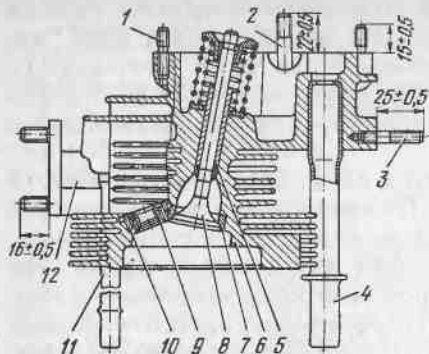
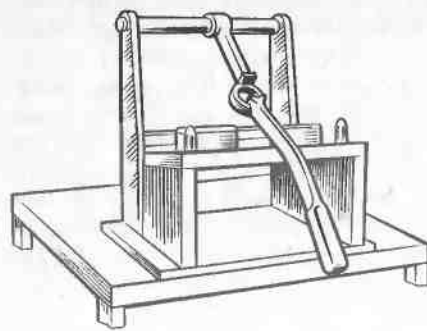
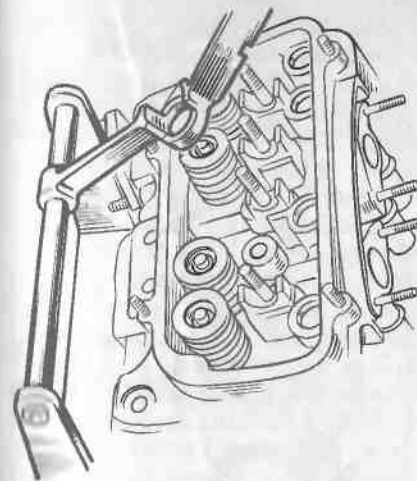
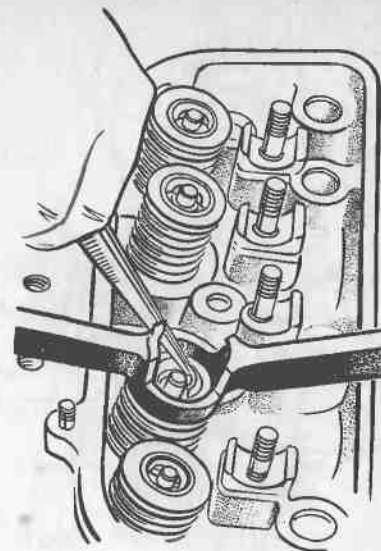

Рис. 58. Головка цилиндров с клапанами в сборе:
Рис. 59. Приспособление для снятия и установки пружин клапана
Рис. 60. Разборка клапанного механизма с помощью приспособления
Рис. 61. Снятие сухарей клапанного механизма
**Головка цилиндров** при разборке двигателя снимается в сборе с клапанами, направляющими клапанов и шпильками (рис. 58). Для проведения контроля технического состояния деталей, устанавливаемых на головку цилиндров, необходимо снять клапаны и пружины клапанов. Для снятия пружин клапанов удобно пользоваться приспособлением, показанным на рис. 59. Разборка клапанного механизма с помощью приспособления показана на рис. 60, а снятие сухарей клапанов — на рис. 61. После разборки клапаны и седла клапанов необходимо очистить от